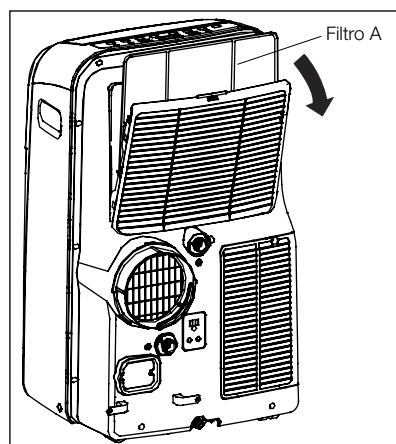

Fig. 27
- Questa apparecchiatura è dotata di due filtri: il filtro A e B. Afferrare il pannello superiore e rimuovere il filtro A che si trova dietro la griglia del pannello posteriore (Fig. 27). Rimuovere il filtro inferiore B allentando la vite. Togliere la griglia di presa d'aria e togliere il filtro aria come illustrato nella figura 28.